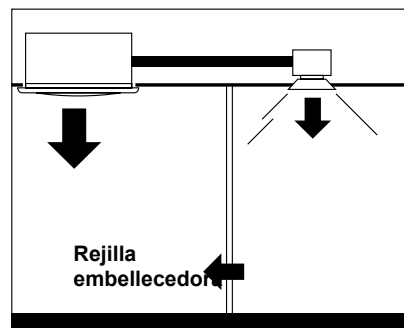

Fig. 13
- Es preciso colocar una rejilla embellecedora en la partición entre la sala del aire acondicionado (donde está instalado el cassette) y la sala adyacente (Fig. 13).